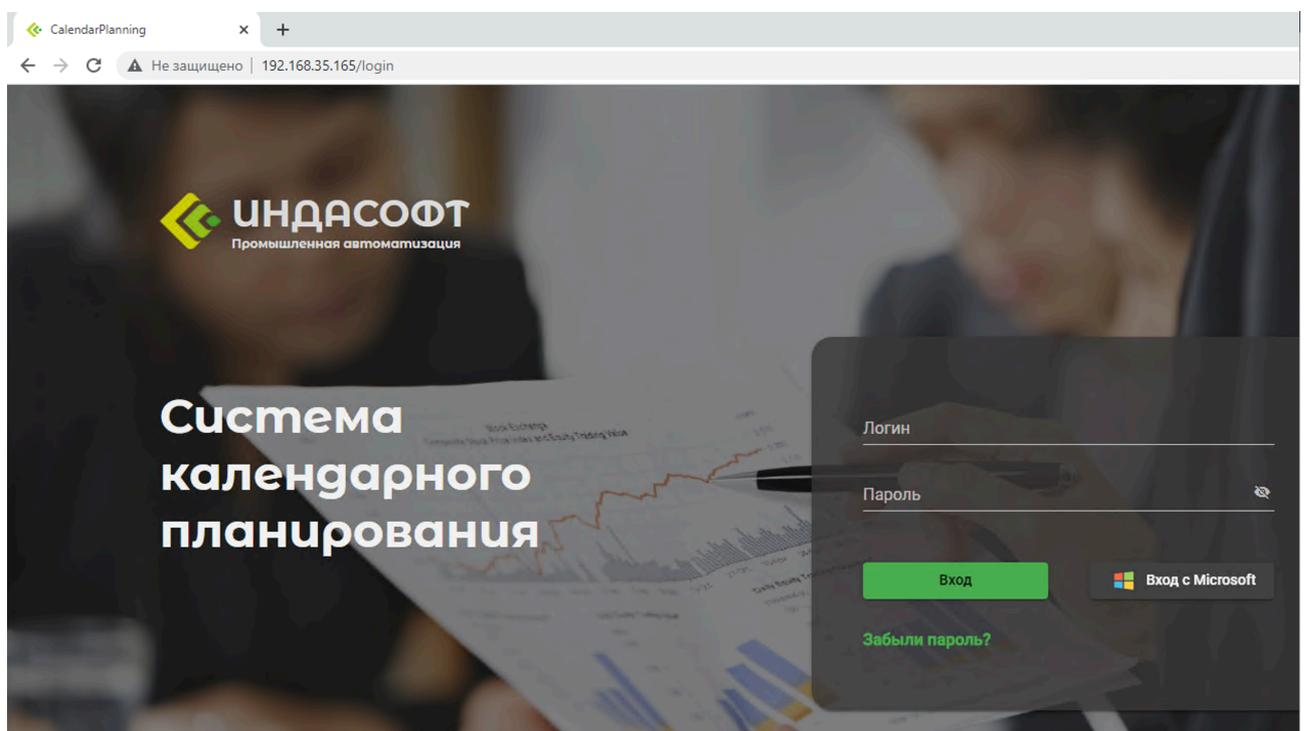

Рисунок 6.11 Переход на страницу I-DS/PS
- Для проверки работоспособности сайта переходим в поддерживаемый браузер и вводим адрес сайта, указанного при настройке в диспетчере IIS. Если адрес сайта при настройке не указан (в графе «Тип привязки» отображается «\*»), то вход на сайт возможен по IP адресу машины. Откроется страница авторизации системы календарного планирования, Рисунок 6.11 Переход на страницу I-DS/PS.